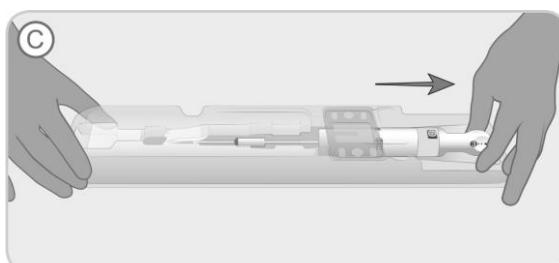

Bild 4. Dra handtaget på anordningen bakåt tills du känner ett tydligt stopp.
- C. Håll brickan stadigt och fatta tag i handtagets bakre del (frigöringskolven) och dra tills du känner ett tydligt stopp (märkt med ett "C" på brickan) enligt Bild 4. Implantatet är nu vikt inuti kanylslangen för laddning.